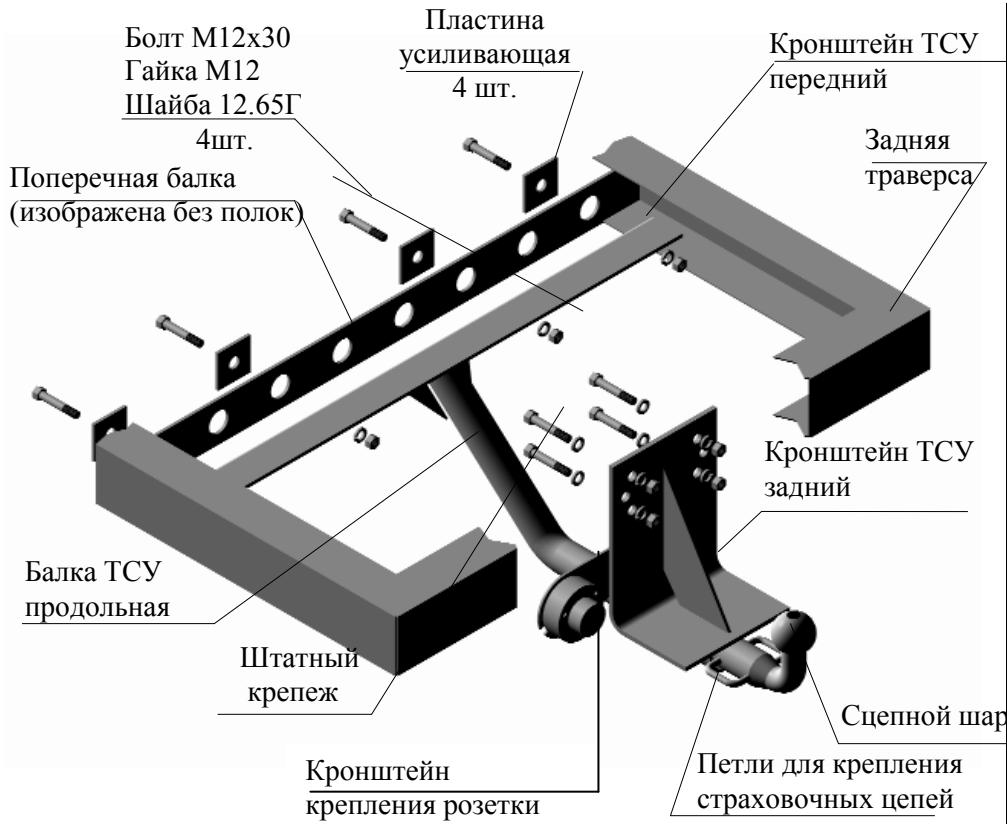

РИС.1 Тягово-сцепное устройство ТСУ 469
2.1 ТСУ 469 в сборе (рис.1)	1 шт.
2.2 Пакет с комплектующими (см. рис.1)	1 шт.
4.3 Закрепить передний кронштейн ТСУ четырьмя болтами M12x30 на поперечной балке автомобиля в соответствии с рис.1, используя существующие технологические отверстия. Расположить усиливающие пластины между поперечной балкой автомобиля и головками болтов, а шайбы 12.65Г между гайками и передним кронштейном автомобиля.